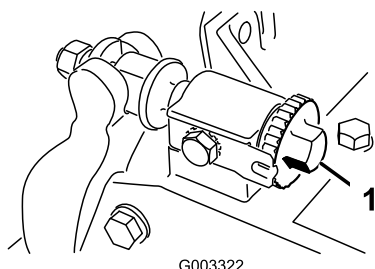
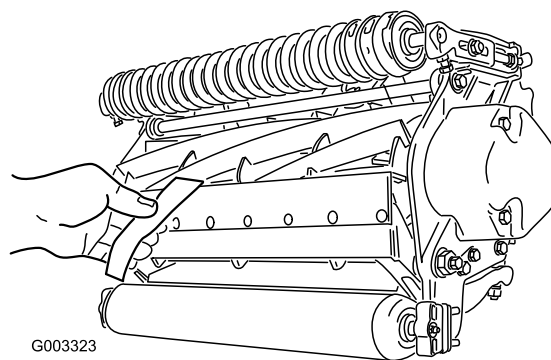

Figura 16
Figura 17
1. Posizionate la macchina su una superficie piana e uniforme. Accertatevi di eliminare il contatto del cilindro ruotando le viti di regolazione della barra di appoggio in senso antiorario (Figura 16).
Importante: Accertatevi che i dadi sull'estremità posteriore delle viti di regolazione della barra di appoggio non poggino sul piano di lavoro (Figura 16).
3. Ad una estremità del cilindro, inserite una striscia di carta da giornale tra il cilindro e la controlama (Figura 17). Girate lentamente il cilindro in avanti e allo stesso tempo girate in senso orario la vite di regolazione della barra di appoggio (Figura 16) dallo stesso lato del cilindro, uno scatto per volta, finché la carta non viene pizzicata leggermente quando viene inserita dal davanti ed è parallela alla controlama. Avvertirete una leggera resistenza mentre la carta viene tirata.
5. Una volta terminata la regolazione, verificate che il cilindro comprima la carta, quando viene inserita dalla parte anteriore, e che tagli la carta, quando viene inserita ad angolo retto rispetto alla controlama (Figura 17). Deve essere possibile tagliare la carta con un contatto minimo tra la controlama e le lame del cilindro. Se risulta evidente una resistenza del cilindro/un contatto eccessivo, sarà necessario lappare o riaffilare l'apparato di taglio per ottenere il livello di affilatura necessario per un taglio di precisione (Fate riferimento al manuale Toro per l'affilatura del cilindro e delle macchine a taglio rotativo, Modulo N. 80-300PT).